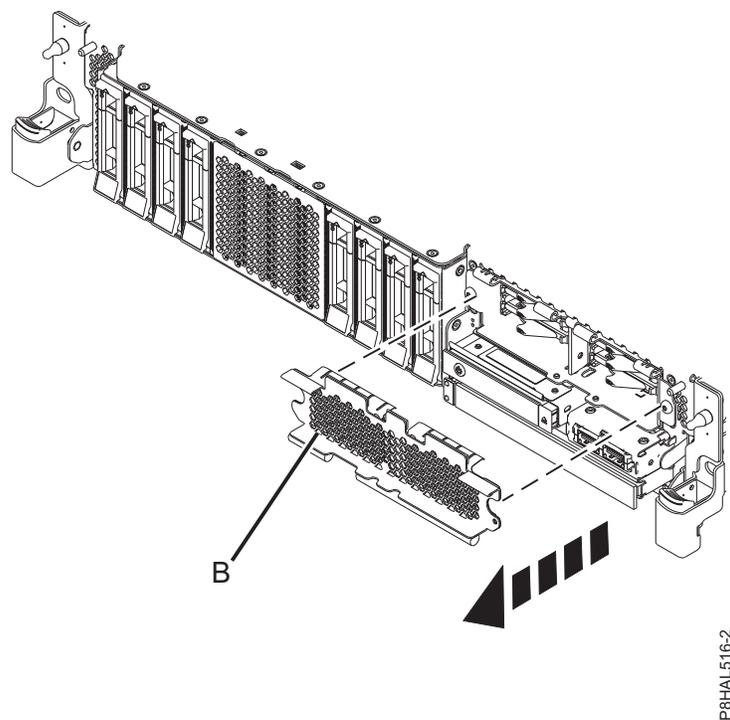

Figura 91. Remover a tampa da estrutura da unidade SSD para aceder às ranhuras de unidade SSD num sistema de função expandida
10. Para aceder às ranhuras SSD, remova a placa perfurada (B) que está a cobrir a estrutura de SSD, tal como é demonstrado em Figura 91 na página 97.